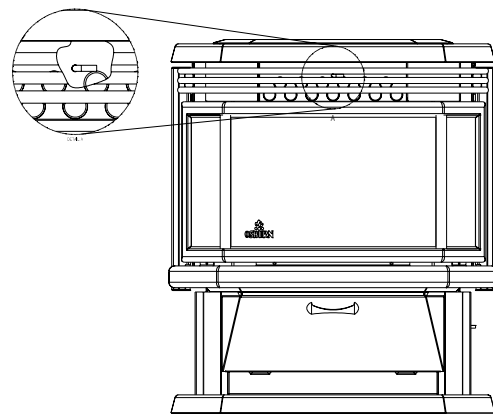

FIGURE 19
- Tubes d'échangeur de chaleur** – Votre poêle Osburn Hybrid-45 MF possède un mécanisme de nettoyage des tubes de l'échangeur de chaleur intégré à l'appareil. Le nettoyage des tubes devrait se faire au moins une fois par semaine. Pour nettoyer, il suffit d'ouvrir la porte du poêle et de tirer vers l'avant la tige de nettoyage située l'arrière des louveres. Fermez ensuite la porte. Faites glisser la tige d'avant en arrière 3 à 4 fois (voir figure 19). Lorsque cette opération est terminée, repoussez la tige de nettoyage derrière les louveres.